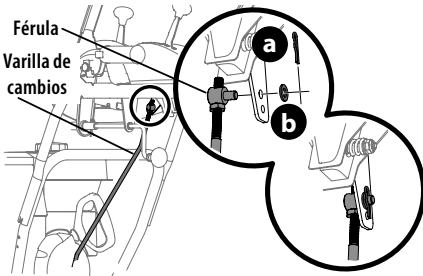

Figura 49
2. Extraiga el pasador de chaveta (a) y la arandela (b) de la férula de ajuste de la varilla de cambios y extráigala de la palanca de cambios (Figura 49).